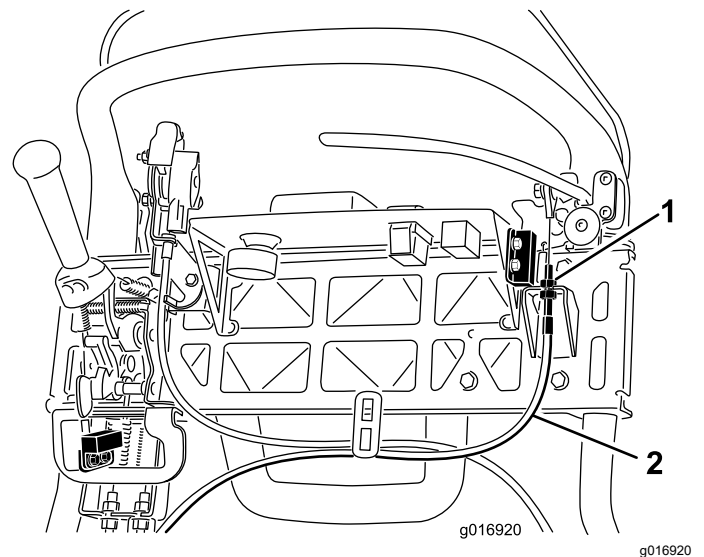

Figure 39
4. Pour accroître la tension du câble, desserrez l'écrou de blocage supérieur et serrez l'écrou de blocage inférieur du câble (Figure 39) jusqu'à ce qu'il soit nécessaire d'exercer une force de 156 N sur la poignée du levier de frein pour débloquer le verrou du frein de stationnement.